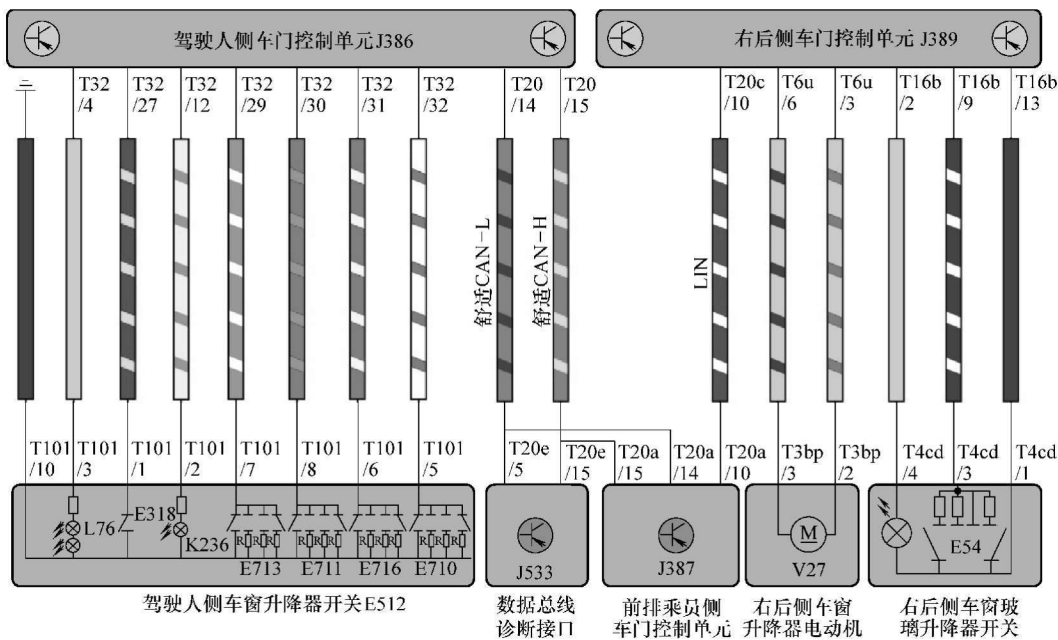

图 1-9 右后车门玻璃升降器控制电路图
① 开关本身、开关供电、信号电路。
② 驾驶人侧车门控制单元 J386 内部、供电。
③ 舒适 CAN 总线。
④ 前排乘员侧车门控制单元 J387 内部、供电。
⑤ LIN 总线。
⑥ 右后车门控制单元 J389 内部、供电。
- ⑦ 右后玻璃升降器电动机、控制电路。
- ⑧ 儿童安全锁按钮 E318 开关本身、供电、信号电路（所有后门不能操作）。
- 2) 右后玻璃升降器开关 E54 控制所有功能异常，下述部件可能存在故障（右后车门玻璃升降器控制电路图如图 1-9 所示）。